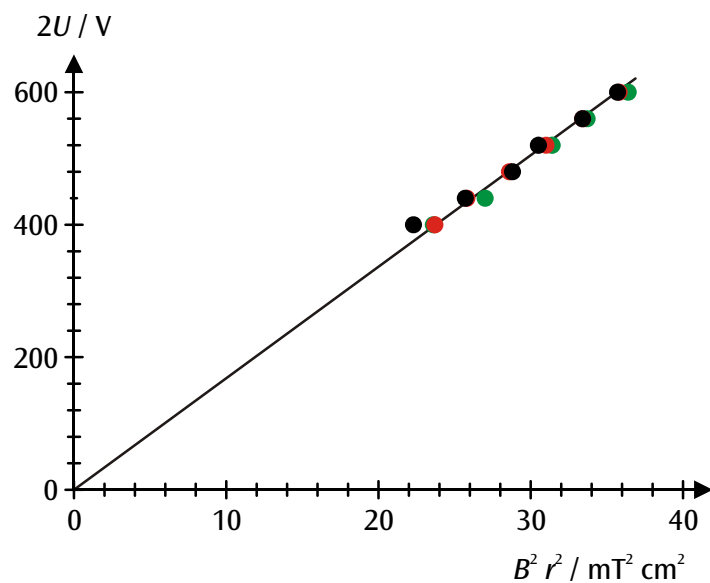

Fig. 3: Diagrama $r^2 B^2 - 2U$ dos valores de medição (preto: $r = 5$ cm, vermelho: $r = 4$ cm, verde: $r = 3$ cm)
- Para uma análise mais detalhada, inserir dos valores de medição num diagrama $I_H^2 B^2 - 2U$ (veja fig. 3).